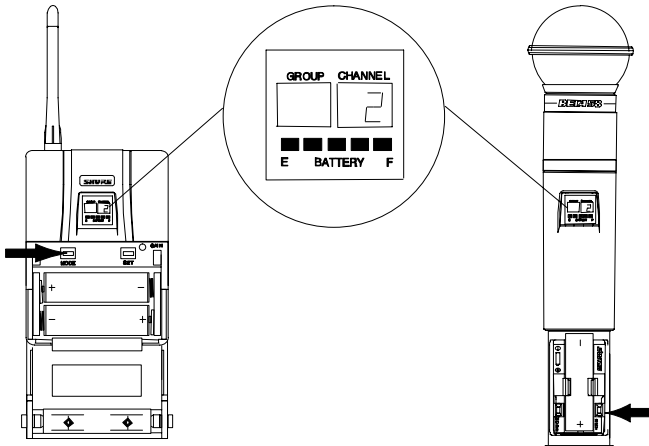

ABBILDUNG 41
6. Die SET-Taste drücken, um die Kanaleinstellung zu ändern (Abbildung 41).